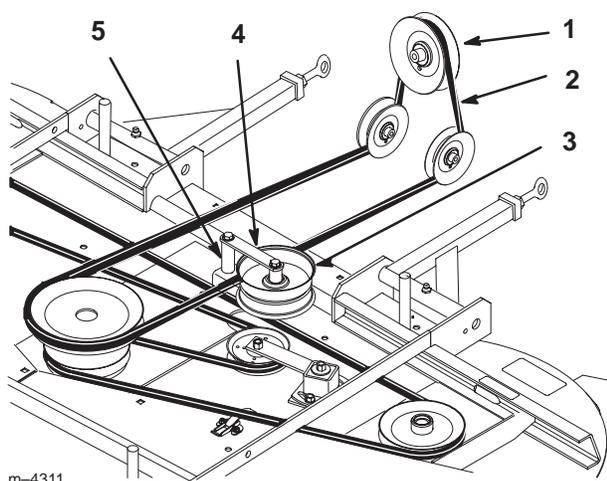

Figure 59
3. Déposez la courroie d'entraînement de PdF de l'embrayage, des poulies de tension arrière et de la poulie centrale supérieure du plateau de coupe (Fig. 59).
4. Retirez le boulon, l'écrou, la rondelle et l'entretoise de l'ensemble support de poulie de tension. Retirez la courroie de l'ensemble support (Fig. 59).
6. Placez la courroie dans l'ensemble support de poulie de tension. Remettez le boulon, l'écrou, la rondelle et l'entretoise dans l'ensemble (Fig. 59).